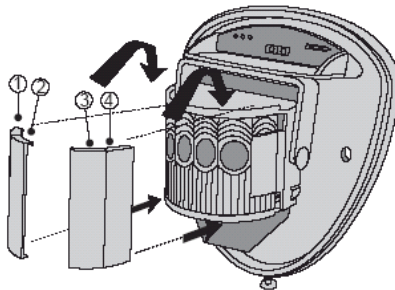

Abb. 8
- Das Meldermodul besitzt zwei Schiebeklappen, um den Abtastwinkel zu verringern. Zusätzliche Blenden werden mitgeliefert, um das Strahlenraster noch weiter einzugrenzen, z. B. wenn ein minimaler Abtastwinkel von 10 Grad erforderlich ist. Die Blenden werden an das Schwenk-/Neigemodul angebracht, wie in Abb. 8 dargestellt. Jeder Abschnitt des Melderobjektivs deckt einen Rasterbereich von c.a. 10° ab.
Siehe Abb. 8.